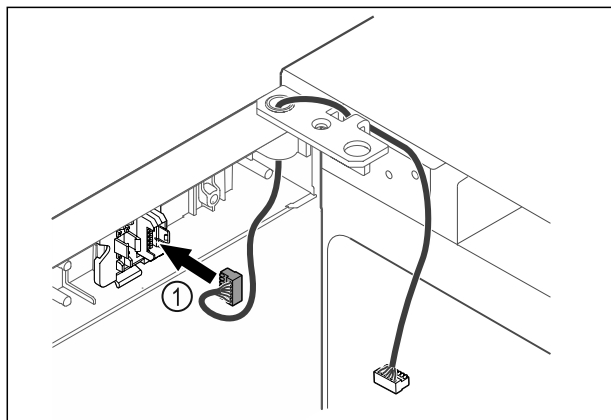

Fig. 49
- ▶ Вставьте штекер Fig. 49 (1) в держатель.